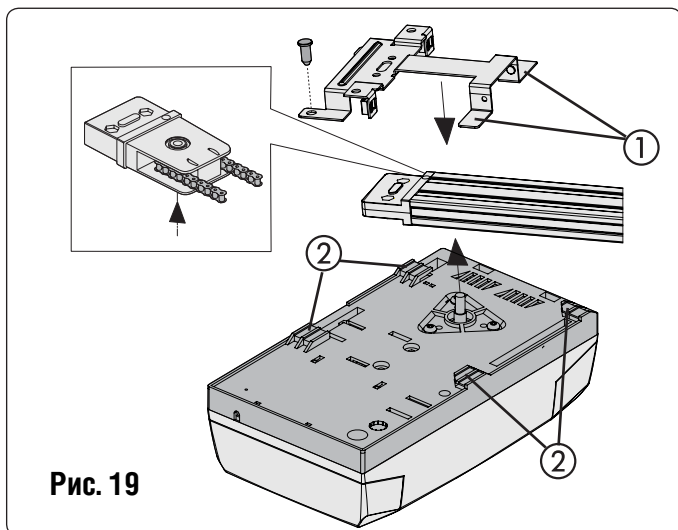

Рис. 19
1. Держа привод под углом 15-20о к направляющей (рис. 19) вставьте пластины кронштейна крепления (рис. 19 (1)) в пластиковые пазы (рис. 10 (2)) на корпусе привода.